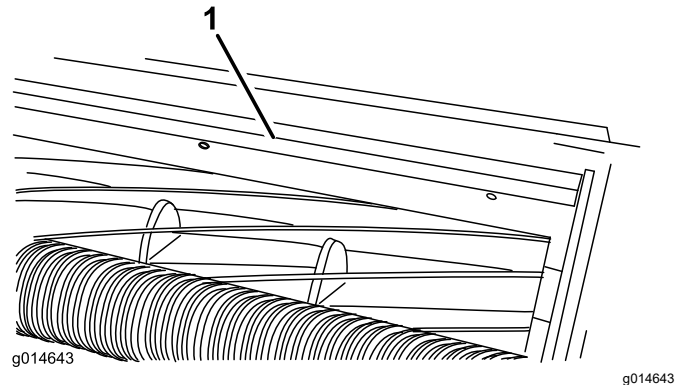

Bild 9
1. Lockern Sie die Schrauben, mit denen die obere Leiste an der Schneideinheit befestigt ist (Bild 9).